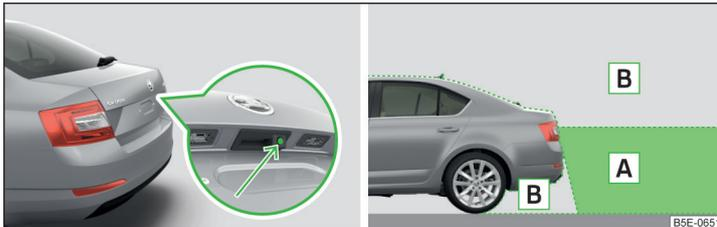

Abb. 248 Verbauport der Kamera / Abgetasteter Bereich hinter dem Fahrzeug
Die Kamera für die Erfassung des Bereichs hinter dem Fahrzeug befindet sich im Griff der Gepäckraumklappe » Abb. 248.
**Bereich hinter dem Fahrzeug** » Abb. 248